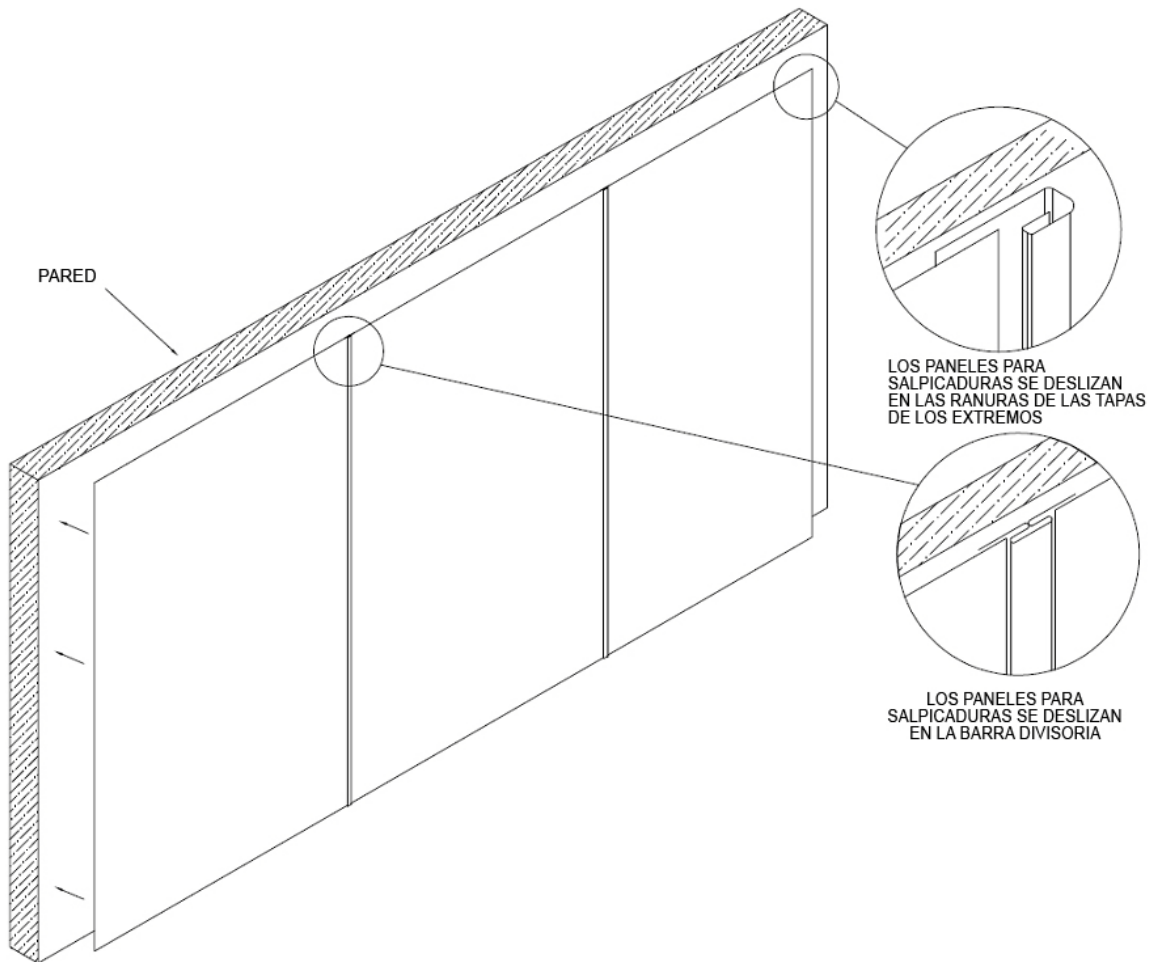

Figura 19
4. Asegure los paneles y las piezas de ajuste a la pared con adhesivo de construcción. **Vea la figura 19.**